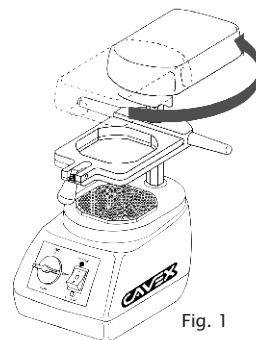

Fig. 1
1. Faites pivoter l'élément de chauffage en arrière et allumez le chauffage (fig. 1). Le préchauffage dure environ 3 minutes. Le préchauffage n'est pas toujours indispensable, mais est en tout cas recommandé pour les plaques d'une épaisseur de moins de 1 mm.